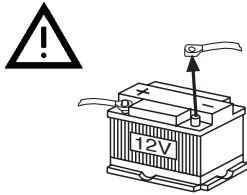

Fig. 1
Zekeringhouder (zekering 10 A) voor het zekeren van de pluskabel (permanent (1) (zie Fig. 1)) op max. 30 cm afstand van de accu van het voertuig op pluspool aansluiten (eventueel gat in schutbord boren en geschikte kabeldoorvoer gebruiken).
Geschakelde pluskabel (2) (zie Fig. 1) op geschakelde plus uitgang (Ignition ) van het basisapparaat aansluiten (bijv. autoradio of navigatie). Bij het aansluiten op klem 15 van het voertuig moet een zekeringhouder (zekering 1A) voor het zekeren van de geschakelde plus kabel (2) op max. 20 cm van het aansluitpunt verwijderd worden aangesloten.
De minkabel (Massa/GND) (3) (zie Fig. 1) direct op de carrosserie schroeven. Contactoppervlak van het massapunt metaal blank maken en met grafietvet insmeren (belangrijk voor goede massaverbinding).